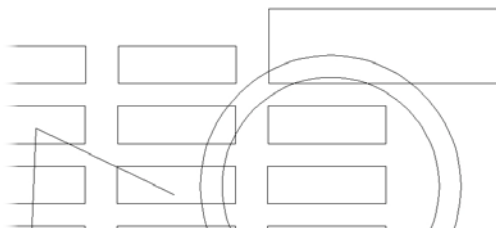

Figure 3.118
2. Après avoir indiqué le point de base, indiquez la valeur du facteur d'échelle, ici facteur 2, puis validez de nouveau, voir Figure 3.118 le résultat obtenu.